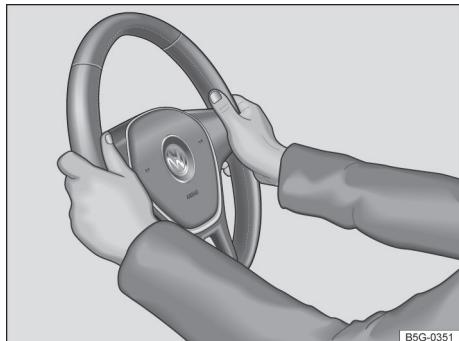

Fig. 55 No volante: posição 9 e 3 horas.
- Ajustar a posição do volante de forma que possa segurá-lo lateralmente pela borda externa *na posição de 9h e 3h* → Fig. 55 com ambas as mãos e os braços ligeiramente dobrados.
→ Fig. 55, para reduzir ferimentos causados por um acionamento do airbag frontal do condutor.